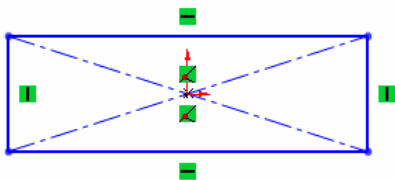
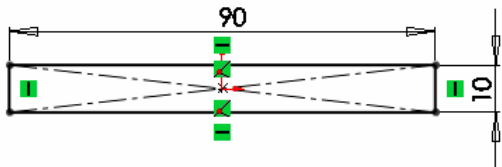

图 10-115 绘制草图
图 10-116 标注智能尺寸
① 建立新文件。选择菜单栏中的“文件”→“新建”命令, 或者单击“标准”工具栏中的“新建”图标, 在弹出的“新建 solidworks 文件”对话框中选择“零件”图标, 然后单击“确定”按钮, 创建一个新的零件文件。
② 绘制草图。在左侧的“FeatureMannger 设计树”中选择“前视基准面”作为绘图基准面, 然后单击“草图”工具栏中的“矩形”图标, 绘制一个矩形, 如图 10-115 所示。标注矩形的智能尺寸, 如图 10-116 所示。